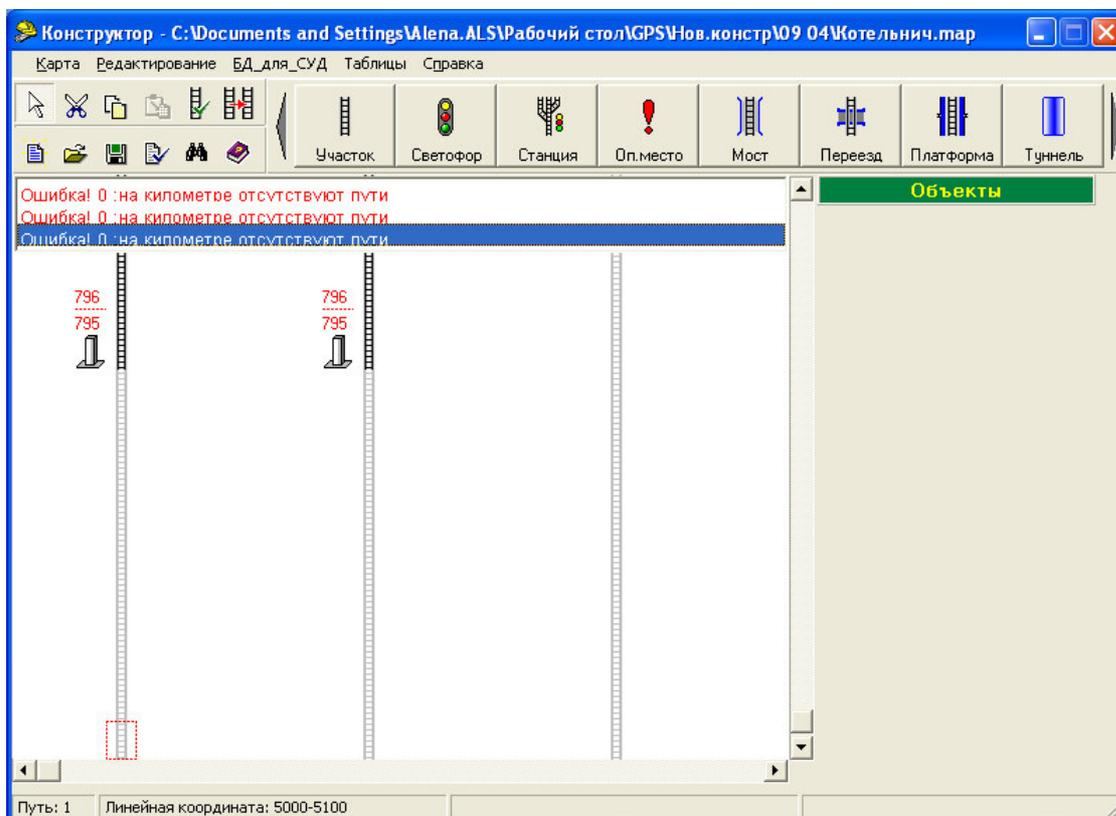

Рисунок 2.67
- наличие «пустых» километров (рисунок 2.67);